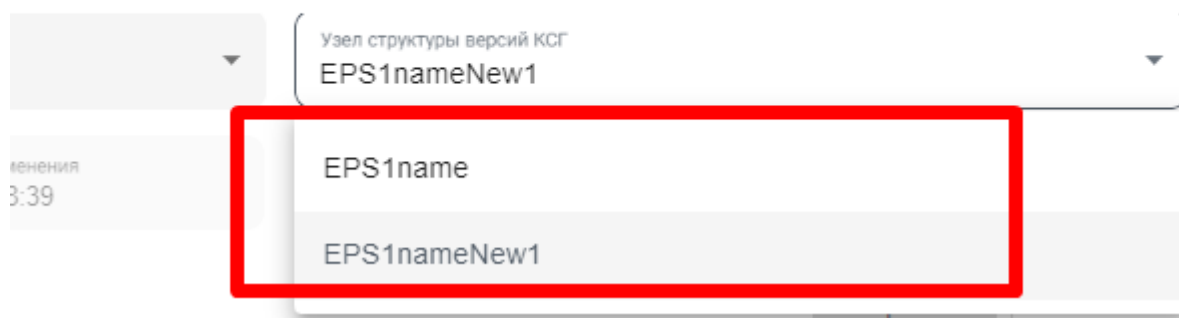

Рисунок 57 – Раздел «Проекты», перенос графика в другую папку структуры
3. В модальном окне выбрать папку, в которую необходимо перенести выбранный график, например, в папку «Архив» и нажать «Выбрать» (Рисунок 57).